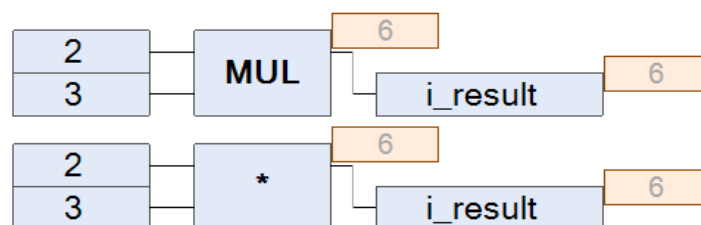

Рисунок 2.16 – Арифметический оператор «Умножение»
**Арифметическое «Умножение».** Элемент «Умножение» в CoDeSys может быть представлено как в письменном виде (MUL), так и в графическом. В своей первоначальной структуре имеет два входа и один выход (рис. 2.16). Типы входных и выходных данных, с которыми используется элемент: BYTE, WORD, DWORD, SINT, USINT, INT, UINT, DINT. Принцип работы: первый множитель (верхний вход) умножается со вторым множителем (нижний вход), в итоге получаем произведение чисел того же типа, что и на входе.